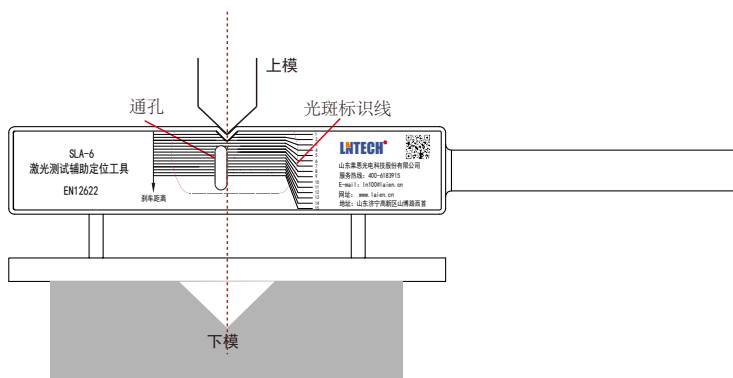

图 6-2 SLA-6 辅助定位工具放置示意图
3. 如图 6-2 所示，将辅助定位工具平放在下模上，接近发光器侧，上模以安全速度 ($\leq 10\text{mm/s}$) 下行，使上模模尖紧压在“辅助定位工具”的凹槽内，停车。